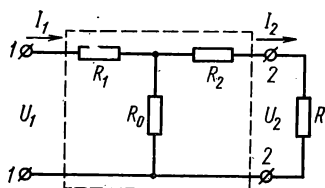
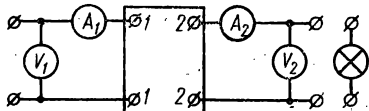

Рис. 2.28
Рис. 2.29
1. В лабораторной работе исследуется четырехполюсник с Т-образной схемой замещения (рис. 2.28). Сопро-
2. Постоянные коэффициенты можно определить опытным путем. Для этого следует установить режим холостого хода ($I_2 = 0$) и измерить напряжение и силу тока на входе $U_{1х}$ и $I_{1х}$ (рис. 2.29). Затем при коротком замыкании выходных зажимов измеряют $U_{1к}$ и $I_{1к}$.
3. Собрать четырехполюсник по Т-образной схеме (см. рис. 2.28), а затем собрать цепь по рис. 2.29 и показать ее преподавателю для проверки.
7. Для номинального режима потребителя (лампы накаливания) по схеме рис. 2.29 произвести опыт холостого хода и опыт короткого замыкания. Результаты записать в табл. 2.32.